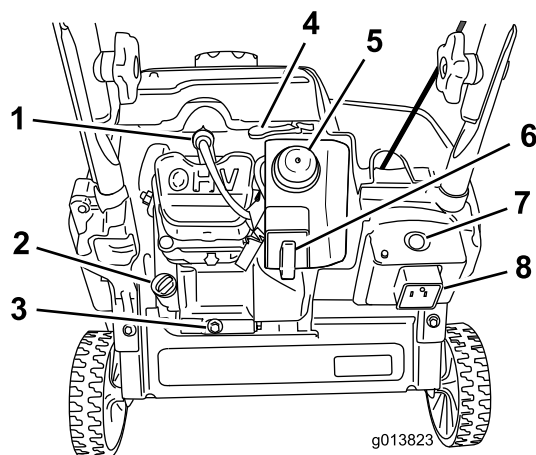

Figure 11
2. Nettoyez la surface autour du bouchon de remplissage (Figure 11).
3. Nettoyez la surface autour du bouchon de remplissage (Figure 11).